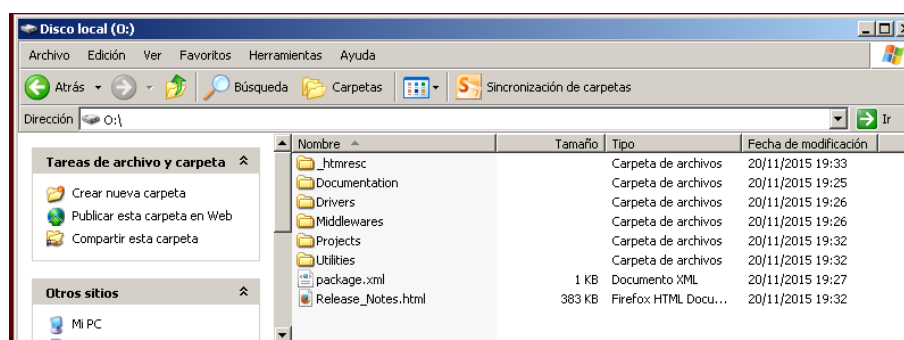

Figura 7.21: Contenido esperado de la unidad O:.
- Hacer doble click con el ratón sobre el archivo (se ejecutará) y comprobar en el explorador de windows que aparece la unidad O:. El contenido debe ser similar a la figura 7.21.